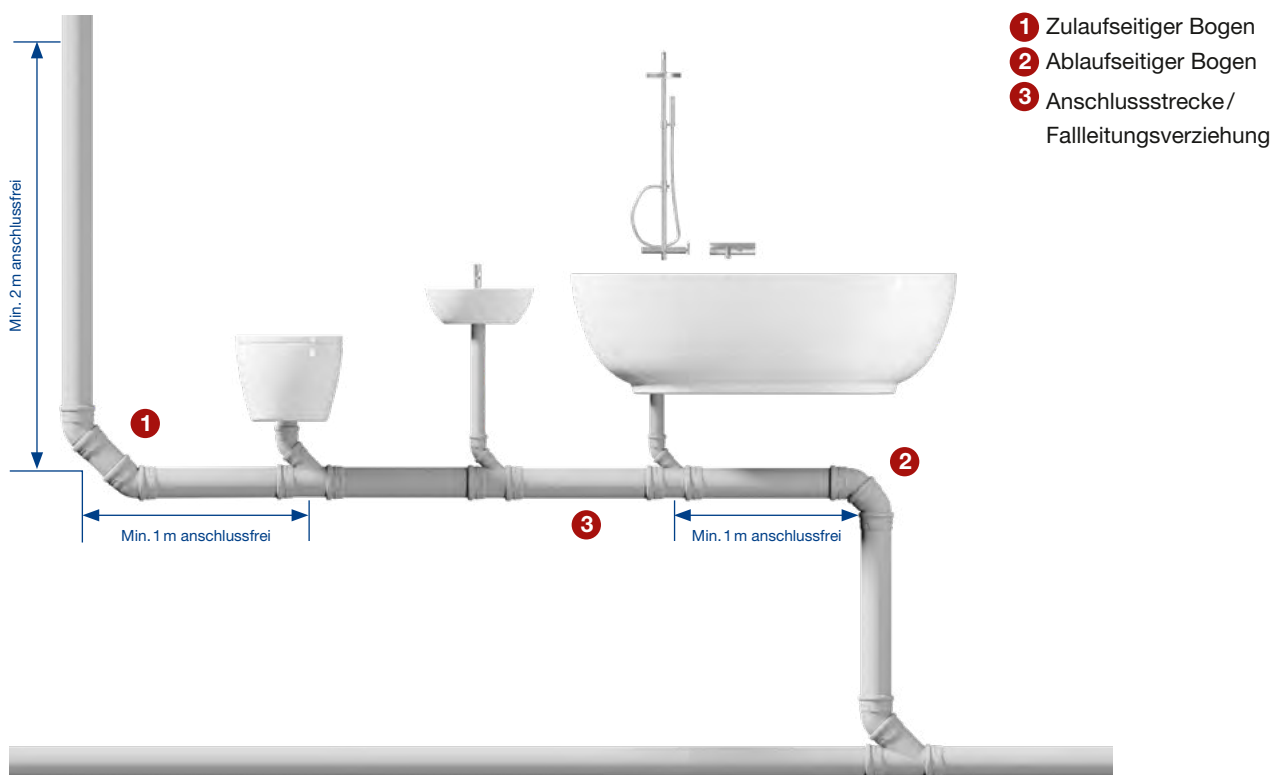

Abb. 8: Falleitungsverziehung > 2m und anschlussfreie Leitungsbereiche
2. Mind. 1 m nach dem ablaufseitigen Bogen sowie 1 m vor dem ablaufseitigen Bogen der Verziehung in einer liegenden Leitung (siehe auch Abb. 8)